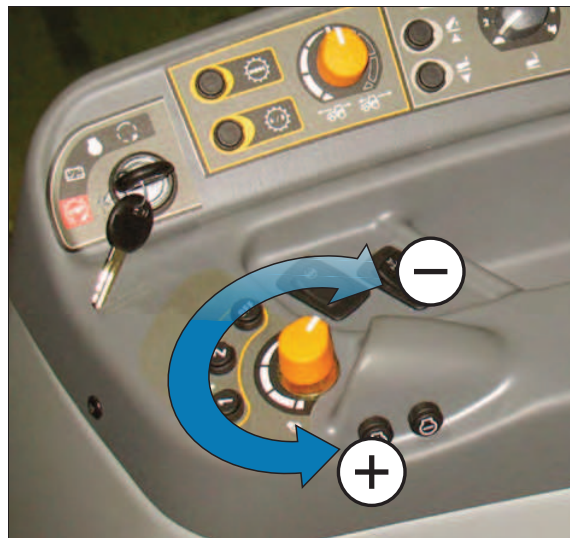

Fig. 10.
- Una vez que se ha seleccionado Cruise 1 Cruise 1 o Cruise 2 Cruise 2 , se puede ajustar el valor mediante los botones (+) y (-). **fig. 10**